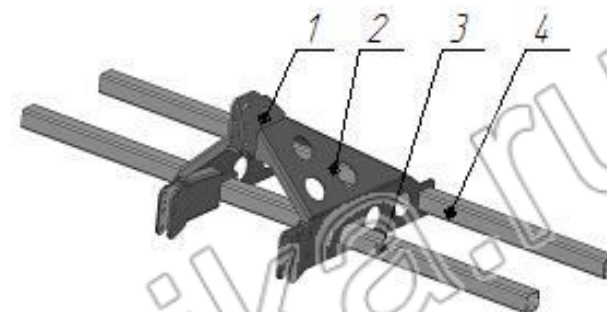

Рис.2 Рама.
4.1. Несущей частью культиватора-гребнеобразователя является рама (рис.2), которая состоит из верхней тяги 1, двух боковин 2 и двух брусков 3 и 4 прямоугольного сечения, на которых крепятся все остальные части.